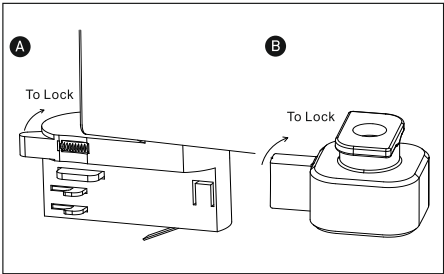

Рис. 3
- 5.9 Выберите фазу питания светильника с помощью кругового переключателя на адаптере (положения 1, 2 или 3) (рис. 3), и отрегулируйте угол оптической части (рис. 5).